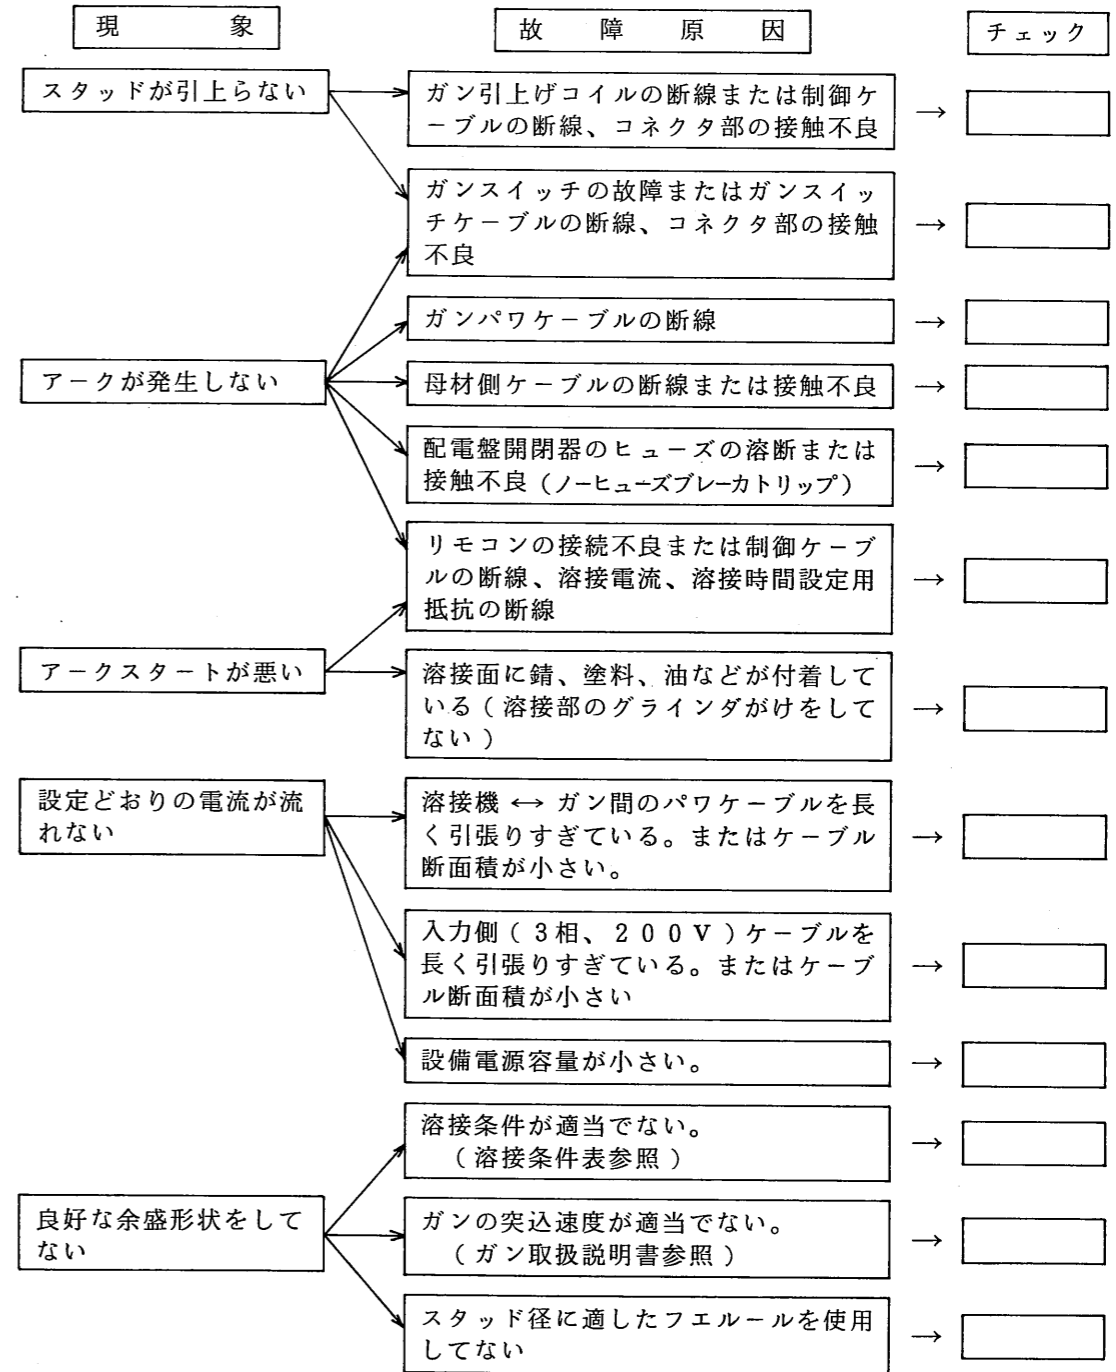

図 6. ごく簡単なチェック項目
10.2 項の故障原因を追求する前に、まず図 6 のチェック項目についてチェックしてください。
以下の方法にしたがって、故障の原因を追求しますが、その前にまず、図6のチェックおよびメタルコンセント、ケーブルの接続部分、ロックインコネクタに接触不良がないかどうか調べてから原因の追求を進めてください。